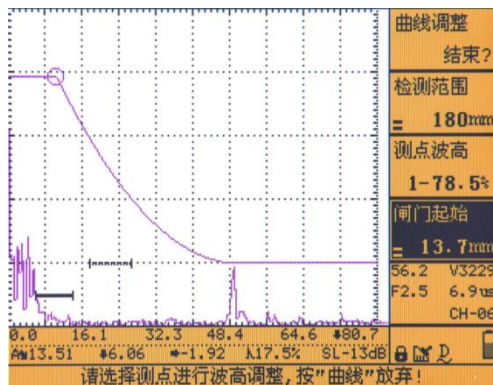

图 6.32
- 2、单击飞轮或按【确认】键，开始对已经完成的 DAC 曲线进行调整。此时，光标自动选择“闸门起始”子菜单，测点波高自动显示第一个测点的波高，且第一个测点波高上显示一个圆圈，如图 6.32 所示。